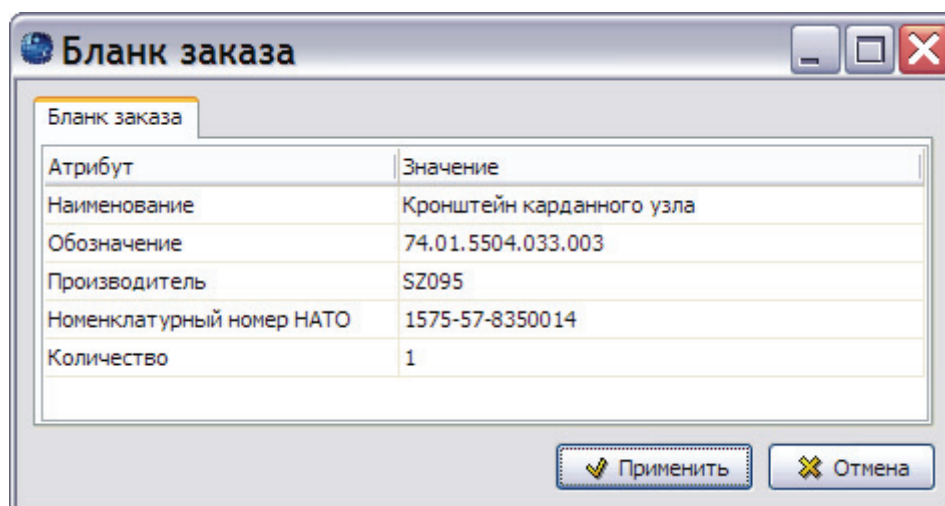

Рис. 3.46
2. На панели инструментов выберите инструмент **Добавить в заказ** . Действие данного инструмента аналогично действию кнопки **Добавить в заказ**  на панели инструментов главного окна и приводит к появлению диалогового окна **Бланк заказа** (Рис. 3.46).
Окно **Бланк заказа** имеет вид, показанный на рис. 3.46, только в том случае, если соответствующие установки были заданы в модуле TG Designer на этапе подготовки шаблона проекта. Если соответствующие установки произведены не были, то используется встроенный в программу бланк заказа (Рис. 3.47).